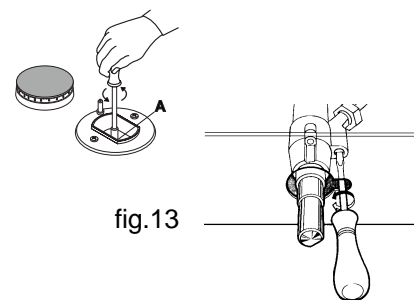

fig.13
- desenrosque os bicos (fig. 13), mediante uma chave de tubo de 7 mm. e troque-os por apropriados ao novo tipo de gás (veja a tabela 1 "Características dos queimadores e bicos").